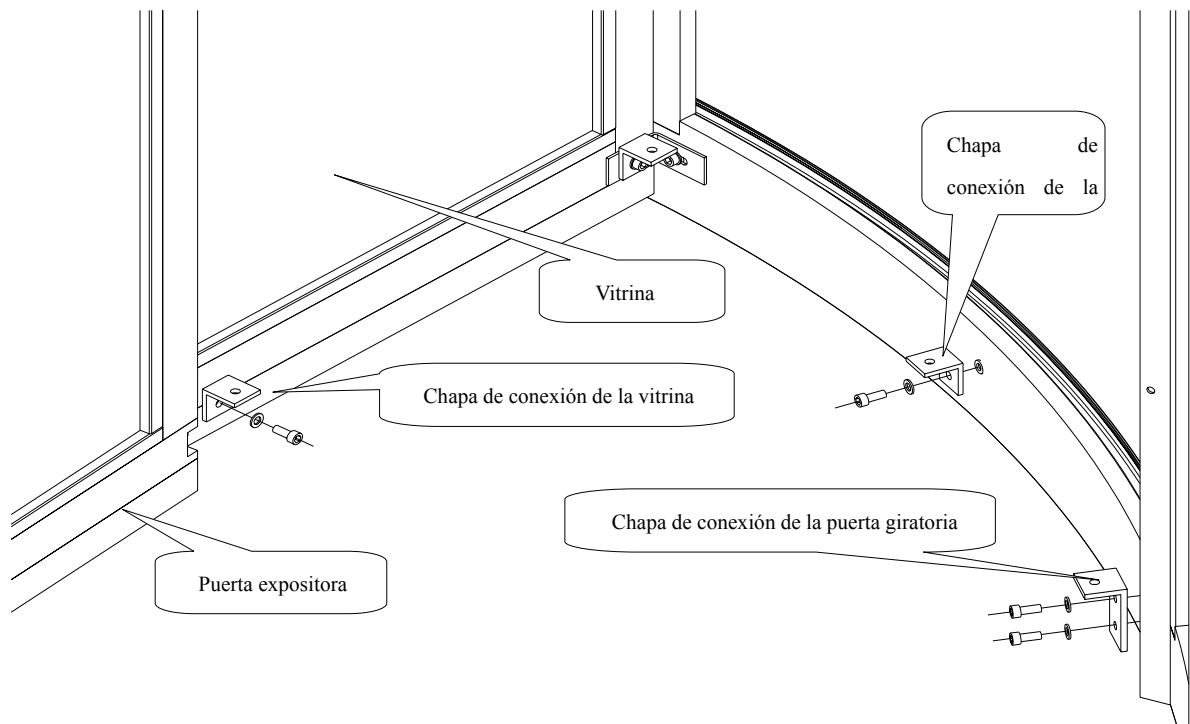

Figura 18-3
18.3 Instale 2 chapas de conexión de la vitrina y 1 chapa de conexión del ala giratoria en la vitrina o la pared lateral curvada con 4 juegos de tornillos con hexágono interior M8×22 y espaciadores. Consulte la Figura 18-3.